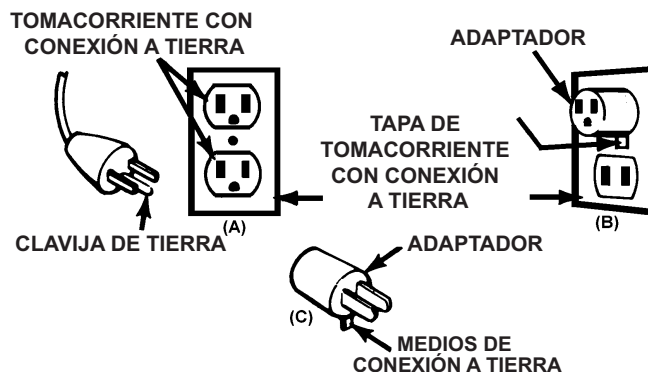

ILUSTRACIÓN 1: MÉTODOS PARA CONECTAR A TIERRA
Este cargador de batería es diseñado para uso en un circuito de 120 voltios nominales, y tiene un enchufe para conexión a tierra como se ve en la ILUSTRACIÓN 1 (A). Este enchufe es para usarse en un tomacorriente con conexión a tierra. Las clavijas del enchufe deben entrar en el tomacorriente.
ADAPTADOR: Un adaptador temporal, mostrado en la ILUSTRACIÓN 1 (B) y (C) se puede usar para conectar el cargador a un tomacorriente de dos polos, como la ILUSTRACIÓN 1 (B).